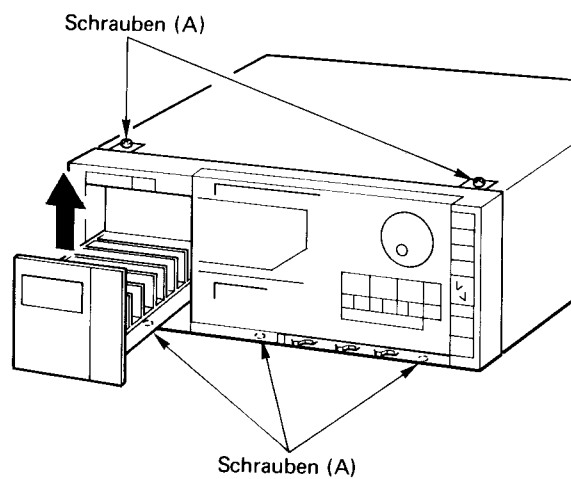

Abb. 2
2) Die fünf Schrauben (A) entfernen und die Frontplatte abnehmen. (Abb. 2)